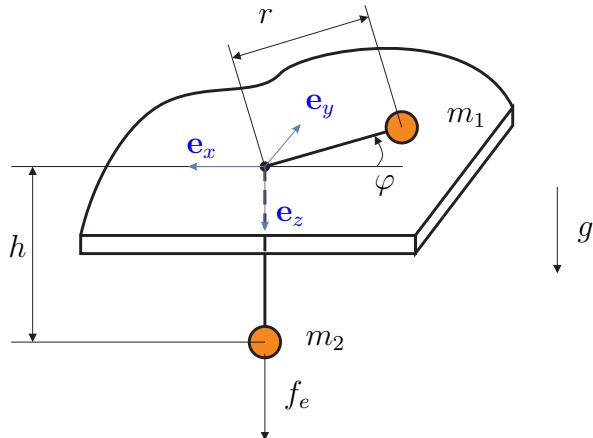

Abbildung 2: Zwei mit einem Seil verbundene Massen.
2. Zwei Punktmassen  $m_1$  und  $m_2$  sind durch einen masselosen Faden konstanter Länge  $L = r + h$  verbunden. Der Faden gleitet durch ein Loch in einer Ebene, wobei die Masse  $m_2$  an dem Faden vertikal bewegen kann und die Masse  $m_1$  auf der Ebene um das Loch mit dem Radius  $r$  und dem Winkel  $\varphi$  rotiert, siehe Abbildung 2. Dabei wird angenommen, dass das Seil stets gespannt sei und keine Reibung im System auftritt. Zusätzlich soll eine externe Kraft  $f_e$  berücksichtigt werden, welche an  $m_2$  in Richtung  $\mathbf{e}_z$  wirkt. 8 P.|